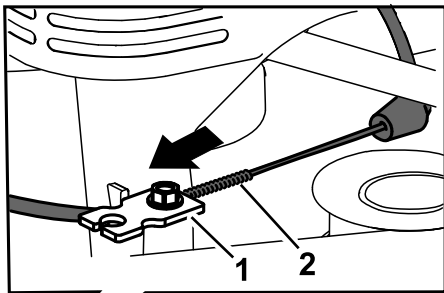

Figure 46
6. Tirez sur la gaine du câble jusqu'à ce qu'il n'y ait plus de mou (Figure 46).